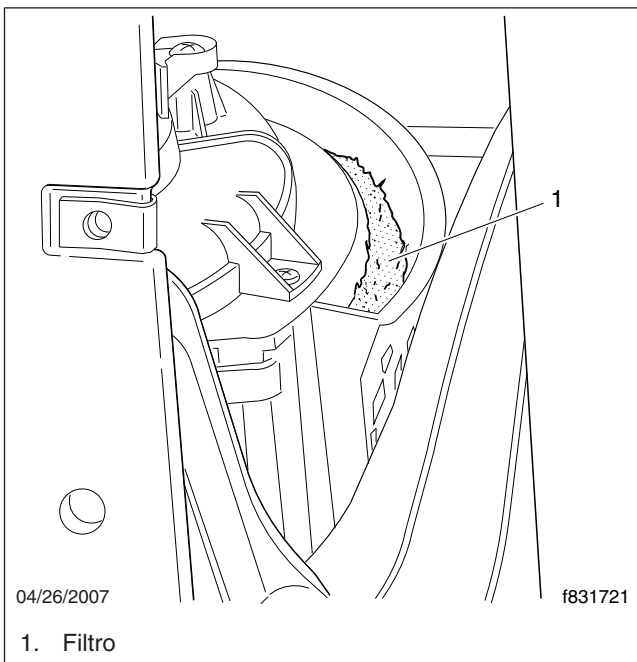
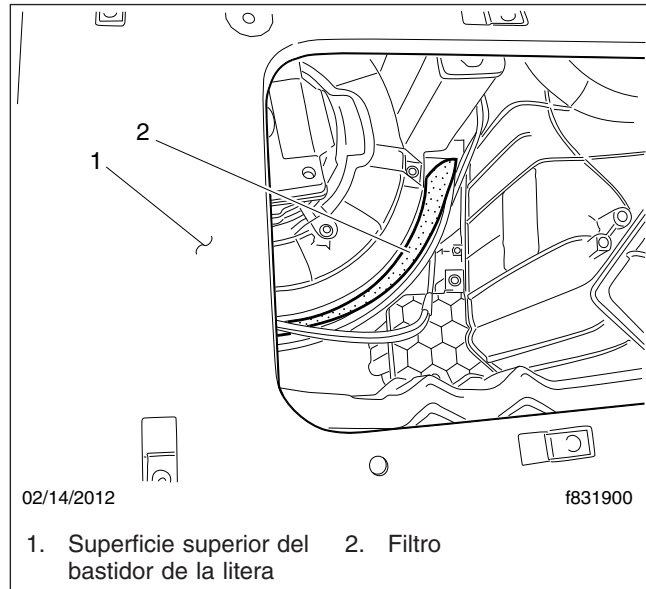

Figura 7, Retiro del filtro, dormitorios de 60 y 72 pulgadas
Figura 8, Retiro del filtro, dormitorio de 48 pulgadas
3. Levante el filtro para sacarlo de la ranura. Vea la **Figura 7** en el caso de dormitorios de 60 y 72 pulgadas, o la **Figura 8** en el caso de un dormitorio de 48 pulgadas.